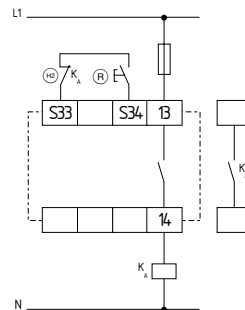

Fig. 8
**Controllo a un canale con circuito di ripristino (vedere Fig. 8)**
- (R) = circuito di ripristino: